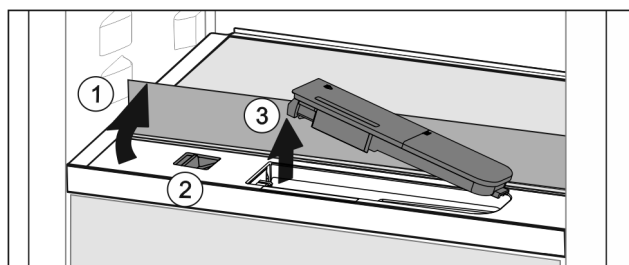

Fig. 74
- ▶ Soulever la tablette et la rabattre vers l'arrière jusqu'à la butée Fig. 74 (1).
- ▶ Pousser le curseur Fig. 74 (2) vers la gauche.
- ▶ Sortir le filtre à eau Fig. 74 (3).